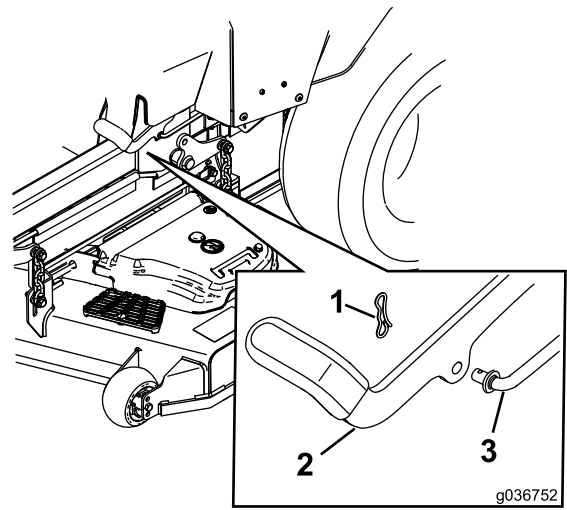

Figure 51
6. Si un réglage est nécessaire, desserrez le frein de stationnement : Retirez la goupille fendue de l'axe de la tringlerie de frein (Figure 51).